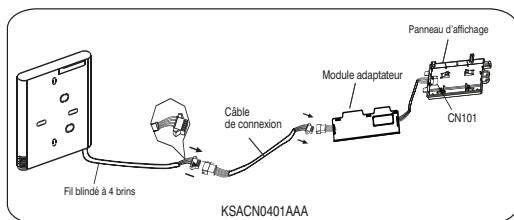

Figure 13 — Installation de l’outil KSACN0401AAA
2. Raccordez le joint femelle du groupe de fils à partir du module adaptateur avec le joint masculin du groupe de fils de connexion. Raccordez également l’autre côté du module adaptateur au panneau d’affichage (voir fig. 13). Suivez les instructions pour l’installation du module intérieur pour plus de détails.
3. Raccordez l’autre côté du groupe de fils de connexion avec le joint masculin du groupe de fils de la télécommande filaire (voir fig. 13).